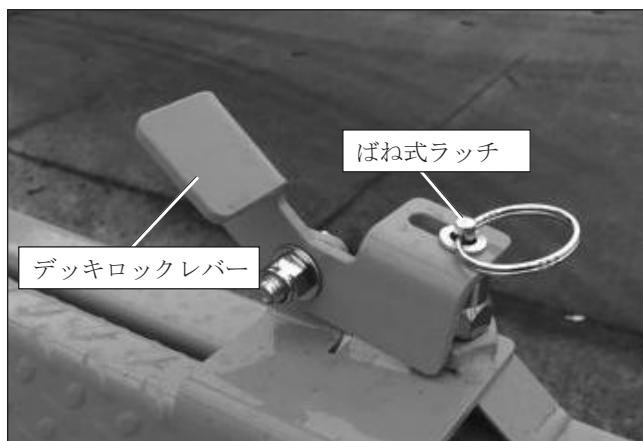

図9.4 - 作業床延長デッキロック
2. 作業床の正面に向かって、延長デッキフットロック（図9.4を参照）を踏み込みます。